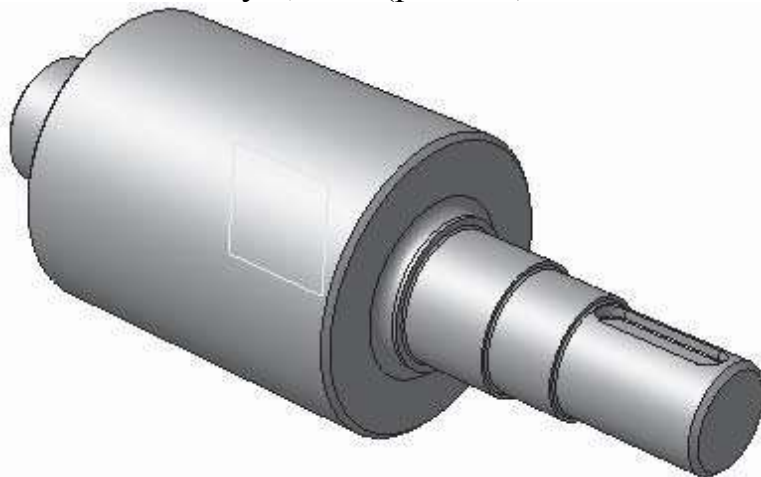

Рисунок 3.3 - Початок формування нового вала
3. За допомогою *Операції обертання* створіть модель вала-шестерні (вал необхідно виконати суцільним сфероїдом без тонкої стінки). На вихідному ступені створіть паз шпонки (розміри шпонки ведучого вала – 56×14×9 мм). Спочатку створюємо допоміжну площину, а потім вирізаємо паз витискуванням на глибину 5,5 мм (рис. 3.3).